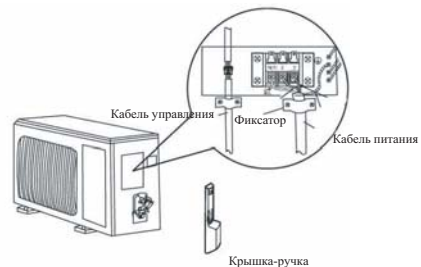

Рис. 8.12
- Открутите винт и снимите крышку-ручку (рис. 8.12)